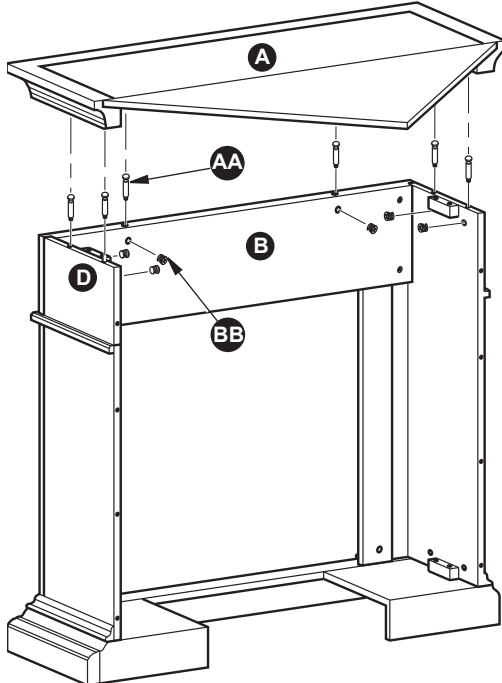

Figura 37
9. Inserte 6) Cerrojo de levas (BB) en el panel (B), el panel superior izquierdo (C) y el panel superior derecho (D). Atornille 6) Espiga de levas (AA) en la superior (A). Conecte Parte superior (A) en el bastidor del apretando los Cerrojo de levas (BB) como se muestra en la Figura 37.